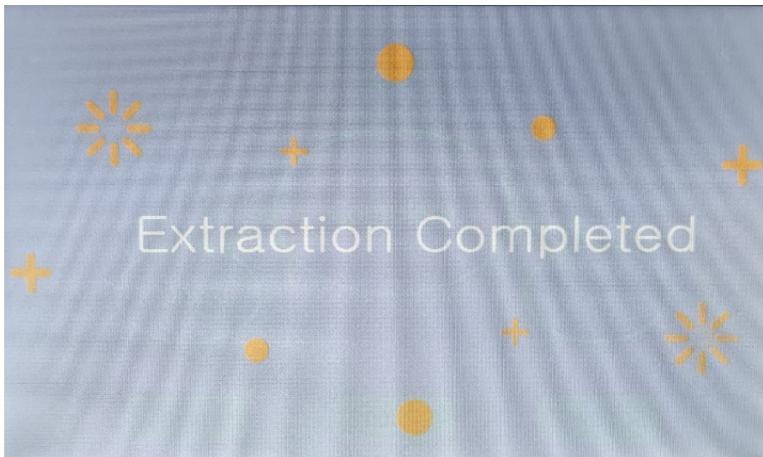

Figura 17. Pantalla de finalización de serie de la interfaz de la pantalla táctil de IndiMag 48s
6. Una vez que la serie haya finalizado correctamente, aparecerá la pantalla Completion (Finalización) (consulte la Figura 17).